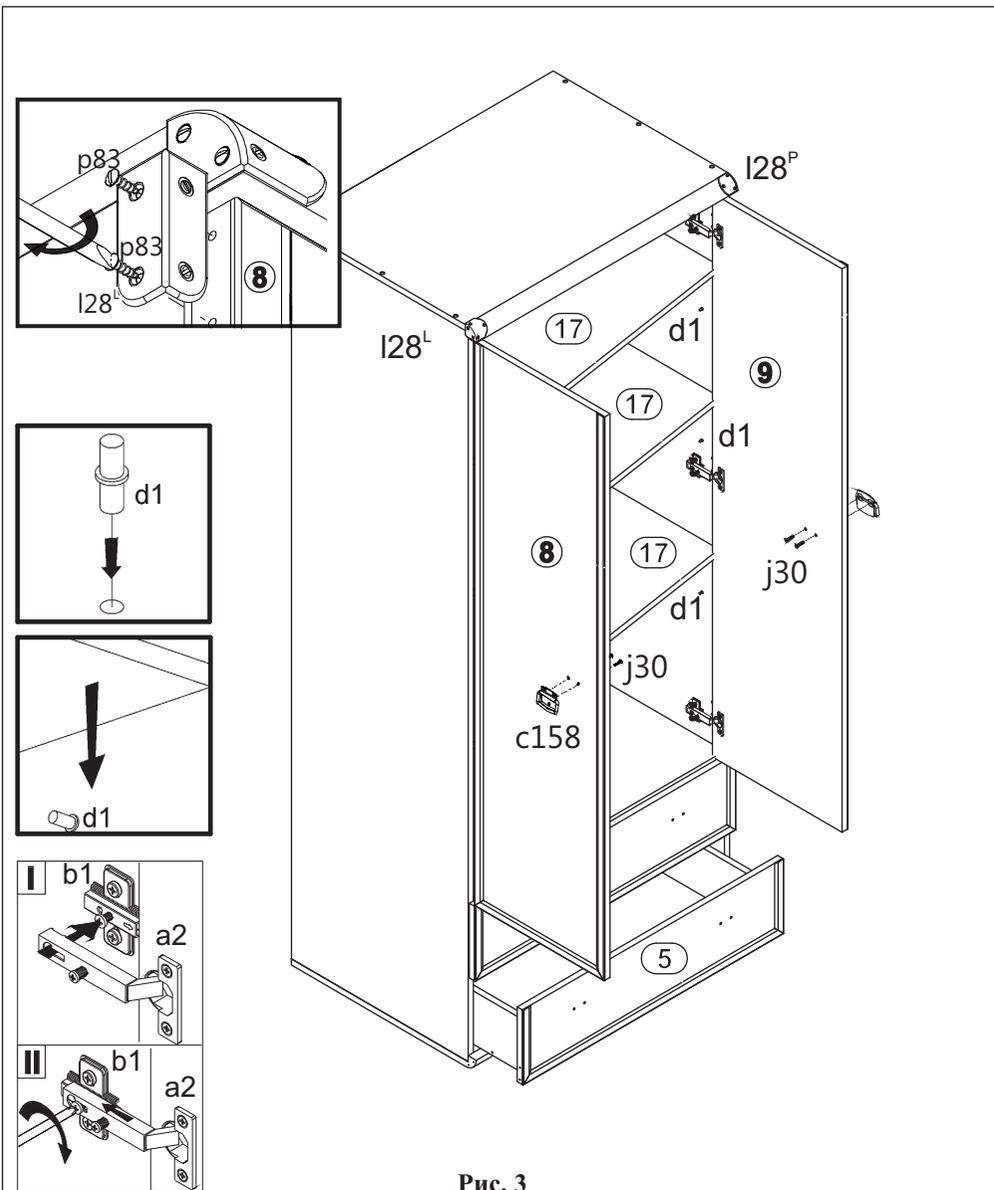
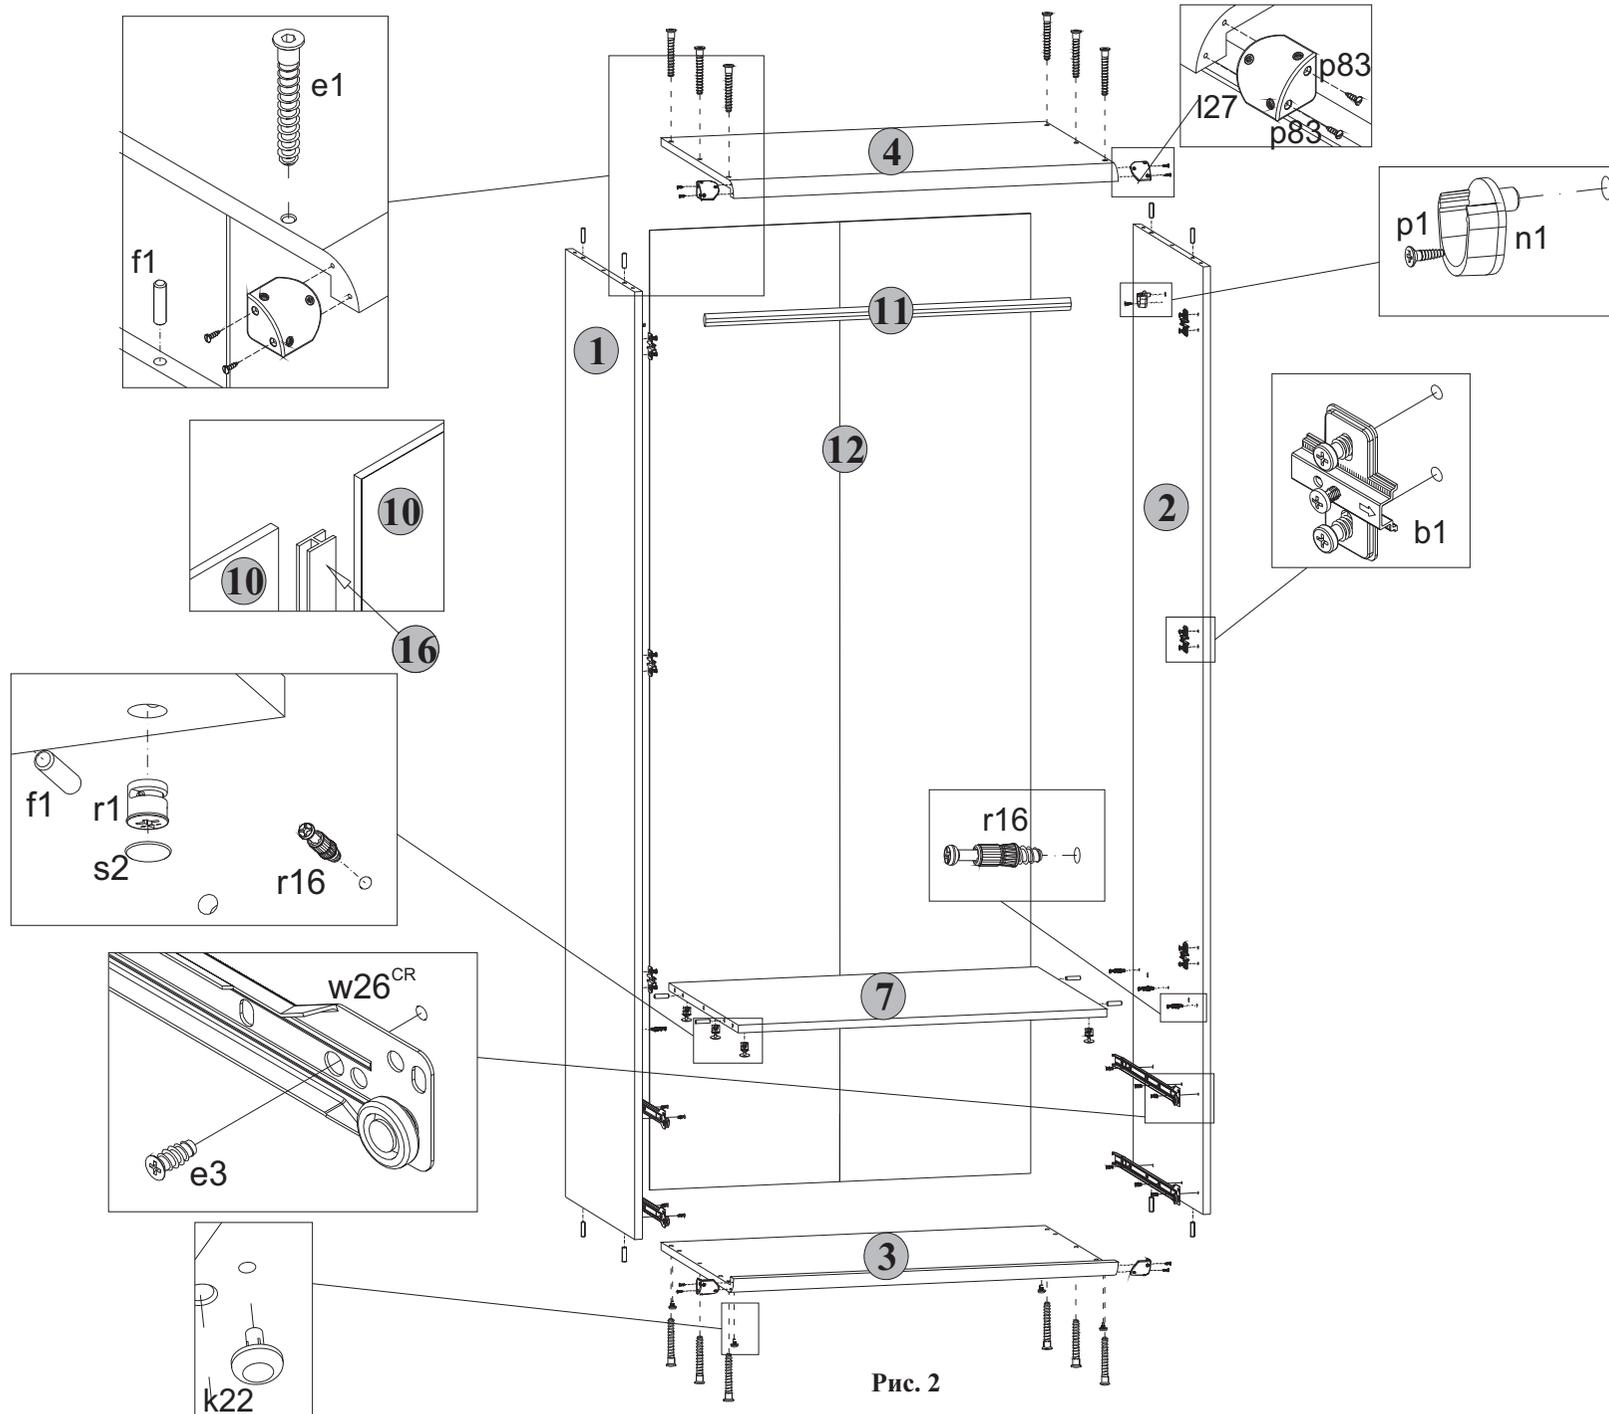

Рис. 3
Рис. 2
5.26 Положить двери 8 и 9 фасадной поверхностью вниз на ровную поверхность. Закрепить на дверях петли шарнирные a2, пользуясь крестообразной отверткой (см.рис.3).
5.27 Навесить двери на корпус шкафа, совместив петли шарнирные a2 с направляющими петель b1 (см.рис.3). При необходимости отрегулировать положение дверей вращая регулировочные винты (см.рис. 2).
5.28 К боковой левой кромке на двери 8 у верхнего угла шурупами p83 закрепить накладку декоративную I28^л, пользуясь плоской отверткой (см.рис. 3).
5.29 К боковой правой кромке на двери 9 у верхнего угла шурупами p83 закрепить накладку декоративную I28^п, пользуясь плоской отверткой (см.рис. 3).
5.30 В отверстия диаметром 5 мм на внутренних поверхностях дверей 8 и 9 вставить шурупы j30, снаружи совместить отверстия ручек c158 с резьбой шурупов и завернуть шурупы j30 пользуясь крестообразной отверткой удерживая ручки (см.рис. 3).
5.31 Для изделия Шкаф JSZF 2d2s установить штангу 11 на штангодержатели n1 (см.рис. 2).
5.32 Для изделия Шкаф JSZF 2d2s с полками установить полки 17 на полкодержатели d1 (см.рис. 3).
5.2 В отверстия диаметром 8 мм на верхних и нижних кромках стенок боковых 1 и 2, а также на боковых кромках полки соединительной 7 вбить деревянные шканты f1 (см.рис. 2).
5.5 В отверстия диаметром 5 мм над направляющими роликовыми w26^{CL} и w26^{CR} на внутренних поверхностях стенок боковых 1 и 2 вкрутить винты стяжки r16, пользуясь крестообразной отверткой (см.рис. 2).
5.6 Для изделия Шкаф JSZF 2d2s в отверстия диаметром 8 мм на внутренних поверхностях стенок боковых 1 и 2 вставить штангодержатели n1 и закрепить шурупами p1, пользуясь крестообразной отверткой (см.рис. 2).
Для изделия Шкаф JSZF 2d2s с полками в отверстия диаметром 5 мм на внутренних поверхностях стенок боковых 1 и 2 вставить полкодержатели d1 (см.рис. 2).
5.7 На нижней поверхности полки соединительной 5 в отверстия диаметром 15 мм вставить стяжки эксцентриковые r1 (см.рис. 2).
5.8 В отверстия диаметром 4,5 мм на нижней поверхности щита нижнего 3 вставить опоры полимерные k22 (подпятники) (см.рис. 2).
5.10 К стенкам боковым 1 и 2 присоединить щиты нижний 3 и верхний 4 и стянуть еврошурупами e1, пользуясь специальным ключом z1 из комплекта фурнитуры (см.рис. 2).